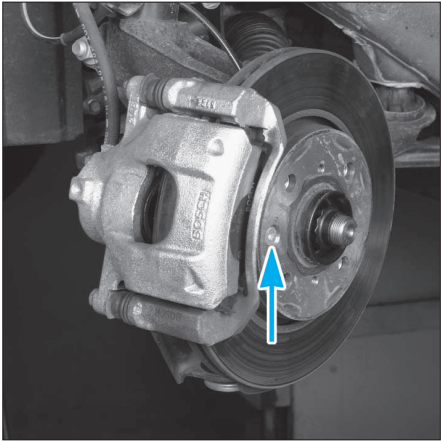

FIG. 5
• Déposer la vis de fixation du disque et le déposer (fig. 5).